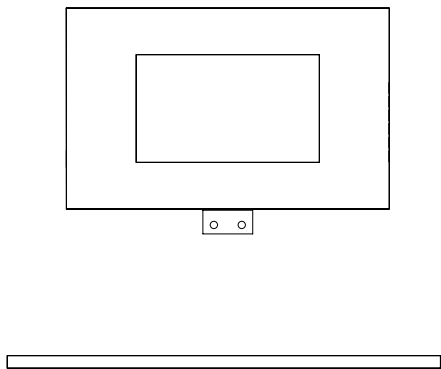

Abbildung 3
- Markieren Sie die Positionen für die unteren Bohrungen, siehe Abbildung 3. Stellen Sie sicher, dass der Befestigungsbügel nach oben gedreht ist, und entfernen Sie den Elektrokamin.